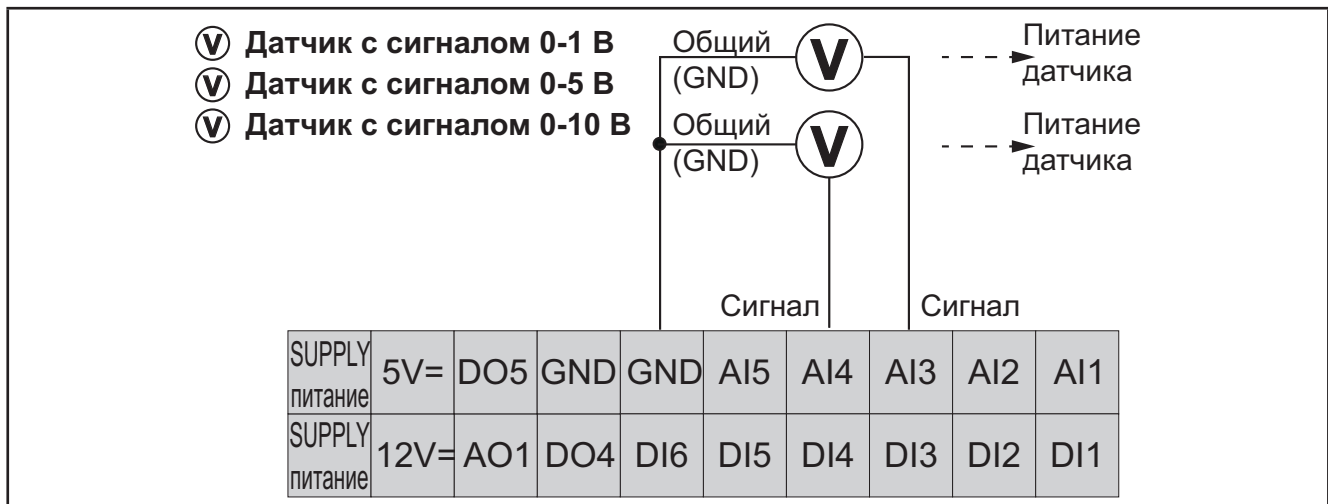

Рис. 18. Подключение датчиков с сигналом напряжения
**ПОМНИТЕ:** На Рис. 18 на странице 28, Питание датчика от **EWCM 400D PRO A-STD** (5 В= или 12 В=).